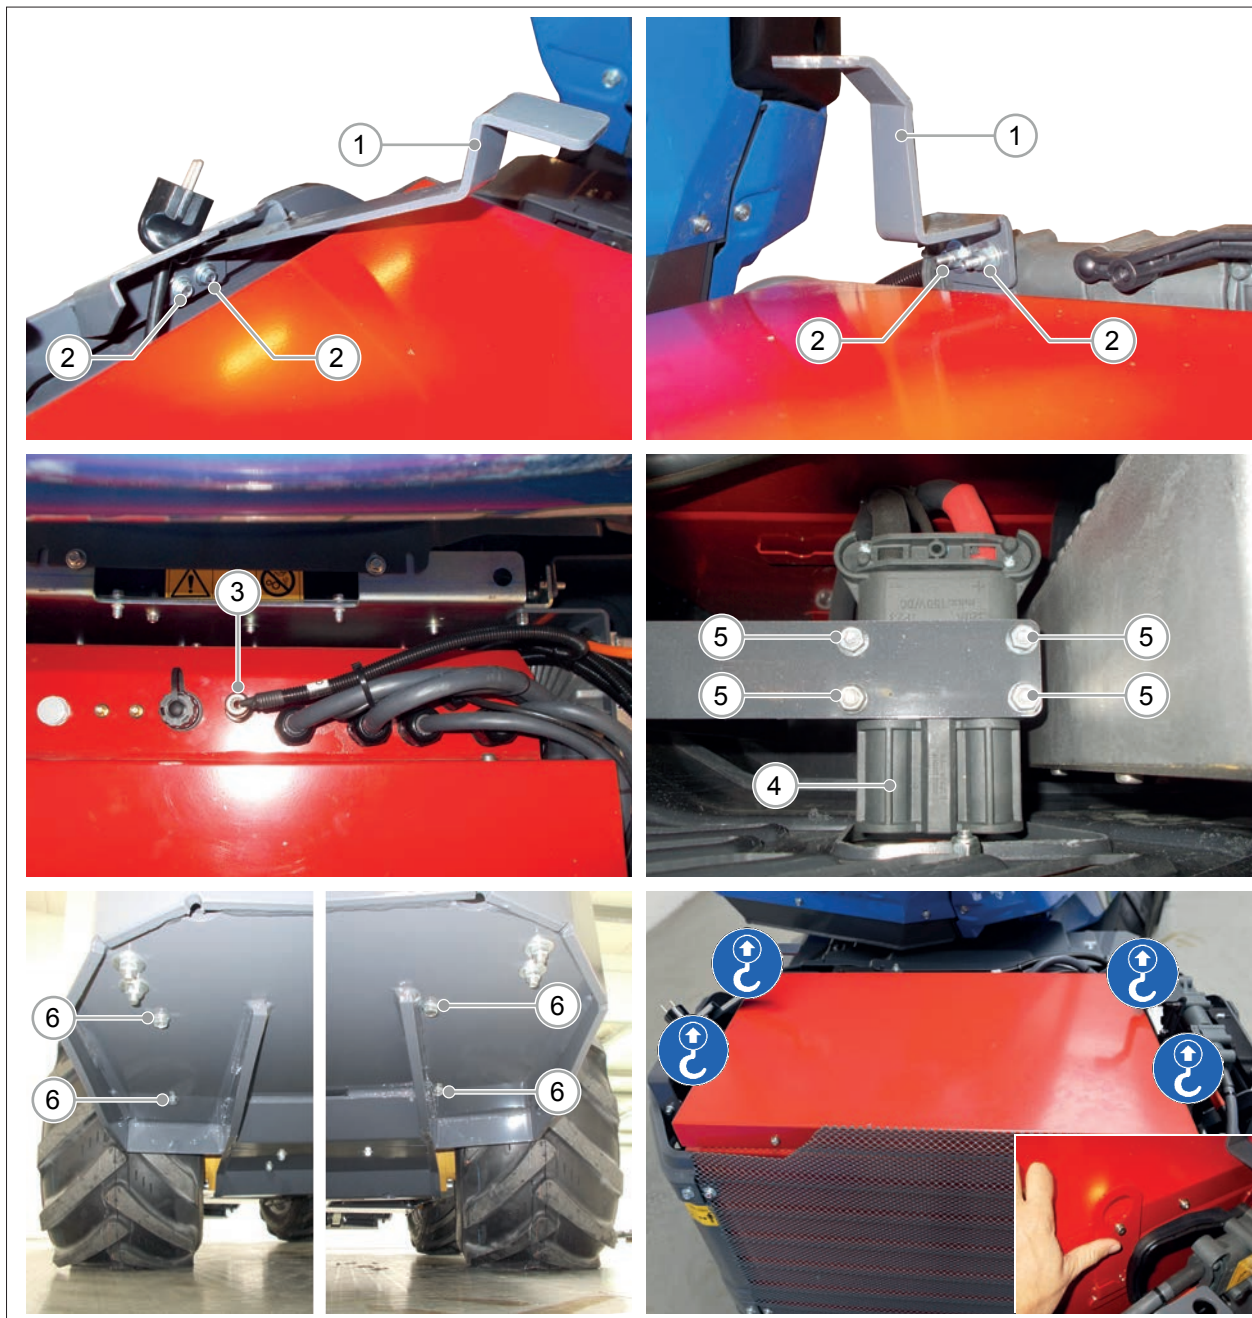

РИС. 53
- 4) Отсоедините кабель управления (РИС. 53 - Сс. 3).
- 5) Снимите фиксаторы (РИС. 53 - Сс. 1) задней крышки, ослабив четыре винта (РИС. 53 - Сс. 2), которые их крепят.
- 6) Снимите штекер быстрого зарядного устройства (РИС. 53 - Сс. 4), ослабив четыре винта (РИС. 53 - Сс. 5), которые его крепят.
- 7) Снимите четыре болта (РИС. 53 - Сс. 6), которые крепят аккумулятор к раме машины.